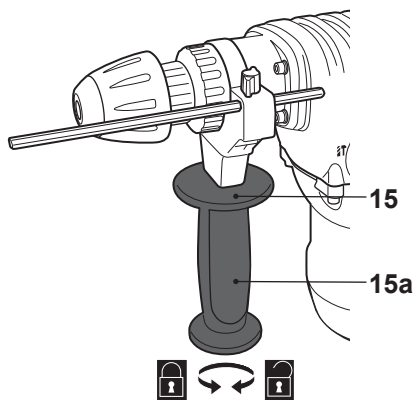

Fig. 3
- > Ajuste la empuñadura auxiliar (15) a la posición deseada de modo que pueda sujetar con seguridad la herramienta durante su funcionamiento.
- > Gire el mango de sujeción (15a) en sentido antihorario para apretar la abrazadera (Fig. 3).